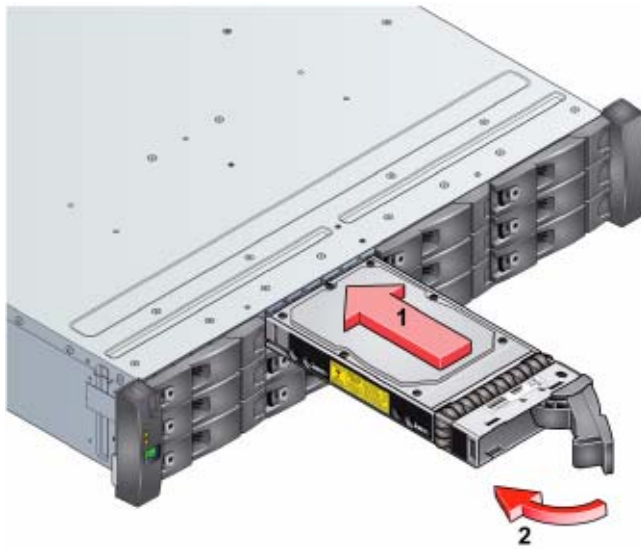

図3-12 ドライブキャリアモジュールのインストール
3. 筐体内にドライブキャリアモジュールをスライドさせ、止まるまで押し込みます。（図3-12参照）